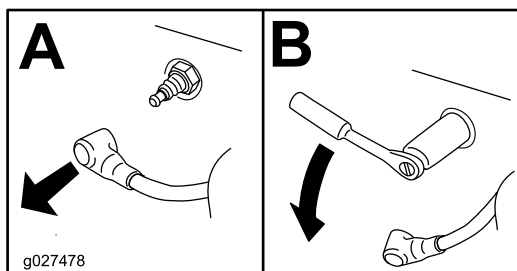

Figura 40
3. Retire la bujía, según se muestra en Figura 40.